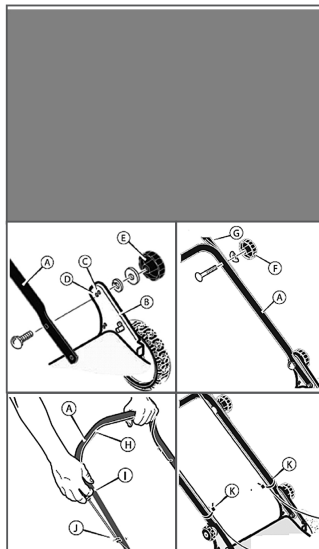

Рис. 2 Сборка газонокосилки
3. Установите нижнюю часть А рукоятки в рабочее положение (Рис. 2).
4. В скобе рукоятки (В) имеется два крепежных отверстия (Рис. 2). Используйте отверстие (С) для крепления рукоятки в верхнем положении. Используйте отверстие (D) для крепления рукоятки в нижнем положении.
5. Закрепите отверстие в любом из отверстий (D), в соответствии с рисунком. Закрутите зажимы (Е) до фиксации нижней части рукоятки.
6. Снимите зажимы (F) и крепежные элементы с нижней рукоятки (А). Установите